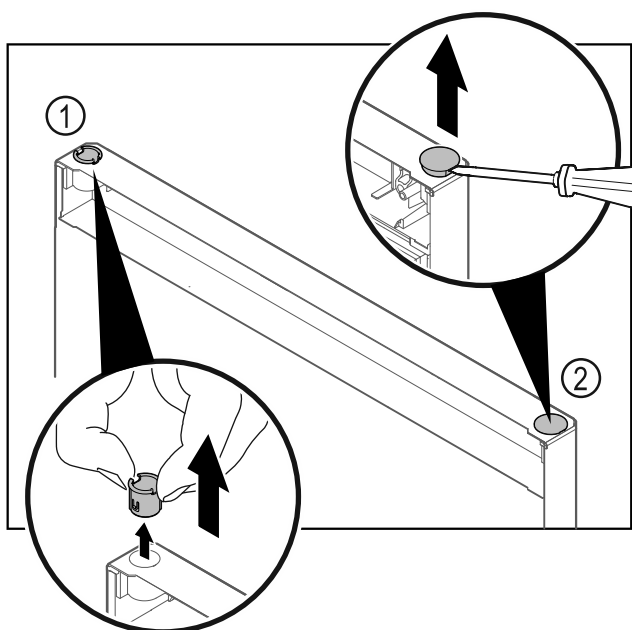

Fig. 11
- ▶ 用手指拔出合页衬套 Fig. 11 (1)。
- ▶ 用带槽螺丝刀小心撬起盖塞 Fig. 11 (2) 并将其拔出。